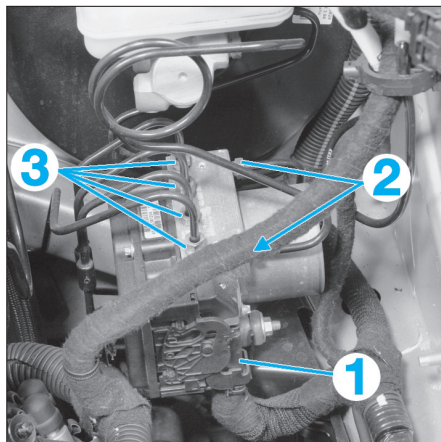

FIG. 19
- Débrancher le connecteur (1) du calculateur ABS (Fig.19).